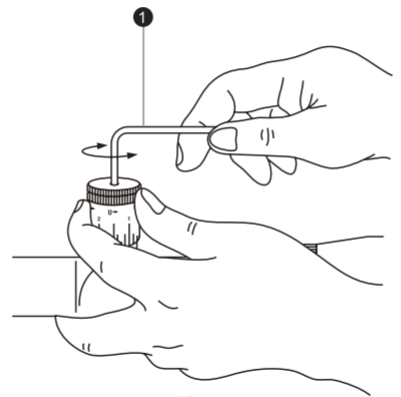

Fig. 3-7
Com o botão de ajuste/pega fácil preso com os dedos para evitar o deslocamento do anel de escala alinhado, gire o parafuso no topo do botão de ajuste/pega fácil no sentido anti-horário com a chave Allen fornecida (1) até que o parafuso saia. Remova então o botão de ajuste/pega fácil (Fig. 3-7).